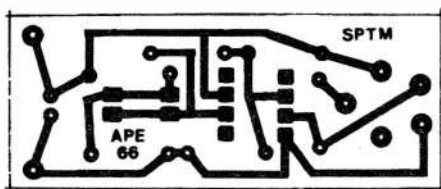
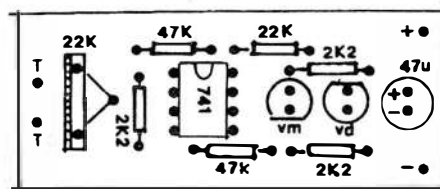

Fig. 2
Fig. 4
- FIG. 2 - LAY OUT DO CIRCUITO IMPRESSO ESPECÍFICO - A plaquinha, reduzida, estreita e longa, teve seu arranjo de ilhas e pistas (diagrama em tamanho natural, na figura...) cobreadas desenhado visando boa compactação, porém (como sempre fazemos aqui em APE...) sem excessivos *apertos*... A confecção do impresso deve seguir as normas e recomendações já veiculadas várias vezes na nossa Revista, guardando-se todos os cuidados e atenções recomendados à exaustão... Quem for ainda *começante* no assunto, pode recorrer às valiosas informações e dicas fornecidas nas INSTRUÇÕES GERAIS PARA AS MONTAGENS... De qualquer modo, uma boa verificação final é importante, ainda antes
- FIG. 4 - CHAPEADO DA MONTAGEM - A colocação dos principais componentes sobre o lado não cobreado da placa é detalhada no diagrama, costumeiramente chamado em APE de ... *chapeado*. Cada peça está devidamente identificada pelos seu valor, código, polaridade de terminais, estilização *reconhecível* do seu desenho físico ou do seu próprio símbolo esquemático, de modo que nunca fiquem dúvidas ao montador, mesmo sendo um principiante... De qualquer modo, alguns pontos merecem atenção especial... É o caso do integrado, cuja extremidade marcada deve ficar voltada para os resistores de 47K e 22K, ao alto da plaquinha (na posição em que é vista no desenho...). Também o capacitor eletrolítico tem terminais polarizados (a indicação das pernas **positiva** e **negativa** é normalmente feita pelo fabricante, no próprio *corpo* do componente...) devendo ser respeitado seu posicionamento... Finalmente (ainda quanto aos componentes com posição única e certa de inserção e soldagem...), os LEDs (rever a FIG. 3) estão com suas cores indicadas pelas abreviações VM e VD, respectivamente para a cor **vermelha** e **verde**... Seu posicionamento também está referenciado pelos lados chanfrados, claramente indicados... Quanto aos resistores, o importante é respeitar os locais de inserção, em função dos valores dos ditos componentes... Quem ainda não tiver muita prática na leitura dos valores, pode recorrer, sem vergonha, ao TABELÃO APE... Um último *toque*: os terminais do *trim-pot*, além de precisarem de uma eventual retificação (feita cuidadosamente com o auxílio de um alicate de bico...) requerem furos com diâmetro um pouco maior do que o pedido pelos terminais dos demais componentes (é por isso que as respectivas ilhas, no *lay out* - FIG. 2, são nitidamente maiores...). No mais, é conferir tudo após as soldagens, aproveitando para verificar a integridade dos pontos de solda, para só então cortar as *sobras das pernas* e terminais (pelo lado cobreado...).